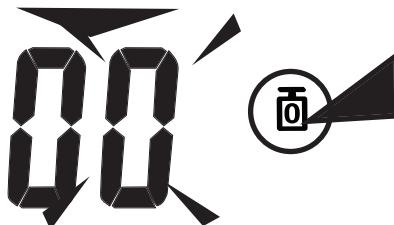

Рис. 11
- Нажмите на кнопку  (2) и удерживайте ее до тех пор, пока не замигает вторая цифра предельного значения веса (10) (Рис. 11);